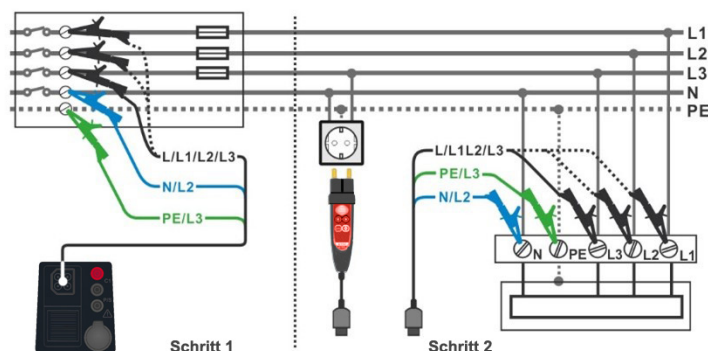

Abbildung 7.40: Spannungsfallmessung – Anschluss des Commander-Prüfsteckers und der 3-Leiter-Prüfleitung
- › Schließen Sie die 3-Leiter-Prüfleitung am Referenzpunkt der elektrischen Anlage an, siehe **Abbildung 7.40**.
- › Schließen Sie die 3-Leiter-Prüfleitung oder den Commander Prüfstecker an dem Messpunkt an, siehe **Abbildung 7.40**.